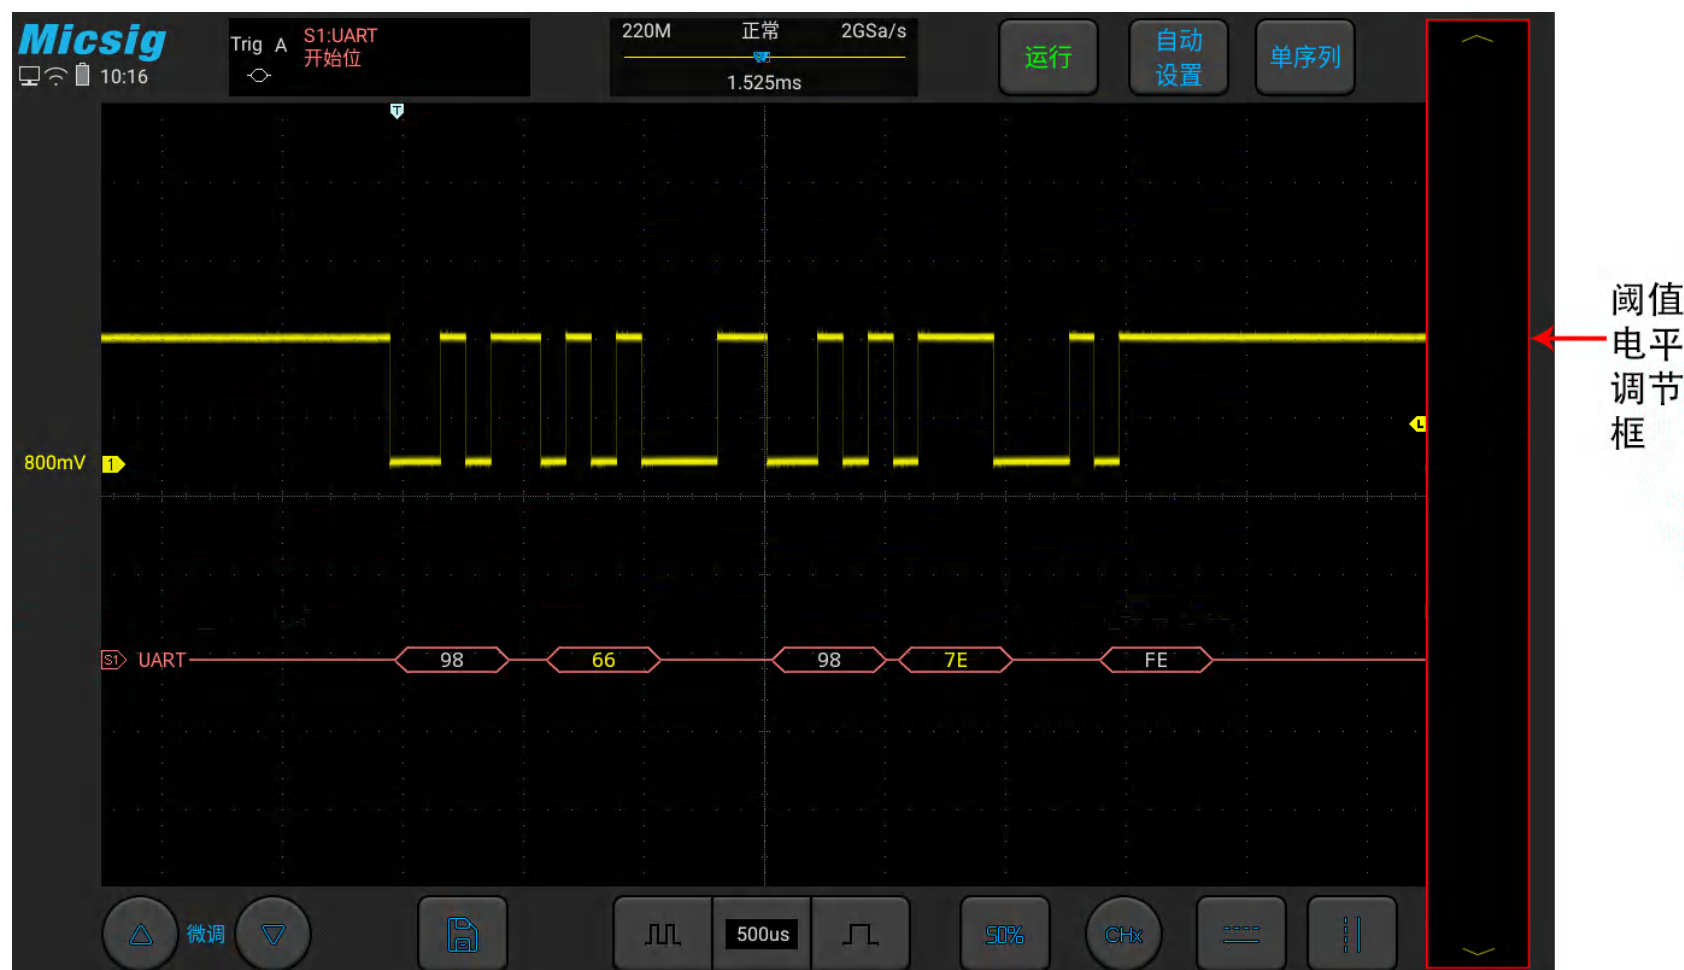

图11-7 UART 解码电平调节
- (1) 轻点 S1 打开解码通道, 向左轻扫 S1 打开总线配置菜单;
- (2) 选择总线类型为“UART”, 依次点选“Ch1”, “空闲高”, “校验无”, “8bit”, “19.2kb/s”, 显示“十六进制”, 然后关闭菜单;
- (3) 打开触发方式设置菜单, 点选“数据”, 条件设为“=”, 数据内容手动输入 98, 按“enter”确定;
- (4) 根据信号的幅值电平调节阈值电平使信号稳定触发。UART 触发图形界面见图 11-7: